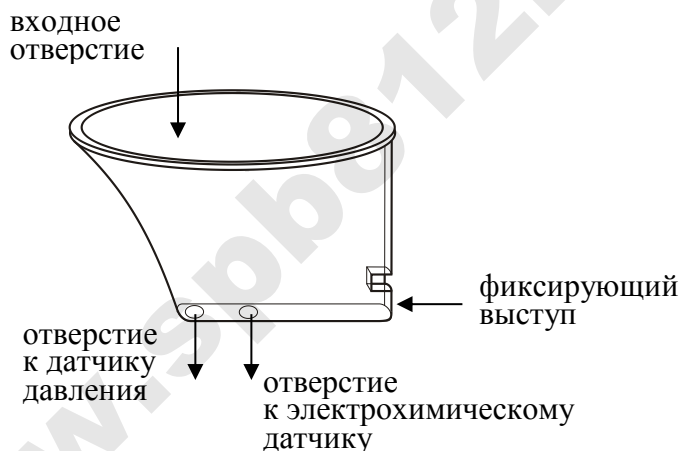

Рисунок 3 – Мундштук-воронка
1.4.17 Многоразовый мундштук-воронка (рисунок 3) формирует поток выдыхаемого воздуха для отбора пробы в режиме скрининга.